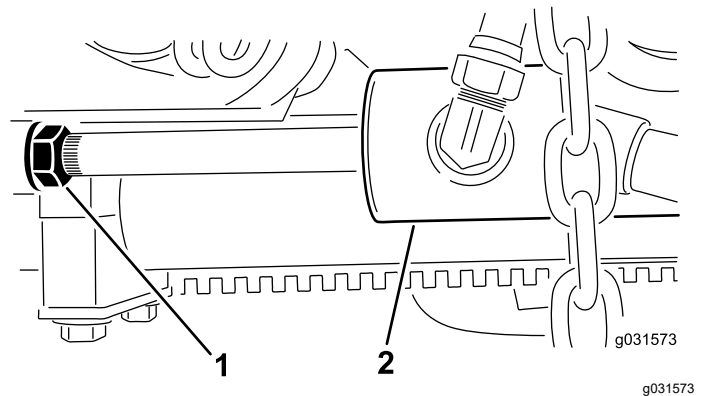

Figura 14
- B. Allentate il controdado sul cilindro (Figura 14).